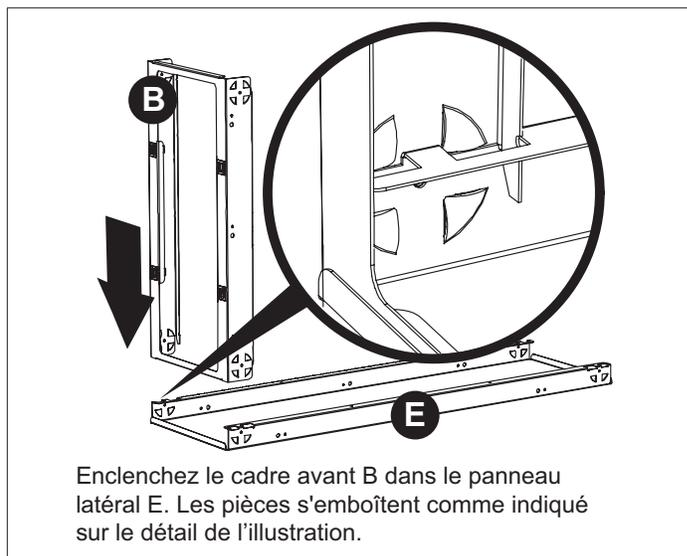

Figure 3. Assembler le cadre avant (B) sur le panneau latéral (E)
Les parties de l'enceinte sont conçues pour s'interconnecter. Alignez les bords comme indiqué à la Figure 3 à la page 3. Il peut s'avérer nécessaire de forcer pour emboîter les pièces.
2. Placez le panneau latéral E sur une surface ferme. Alignez et insérez le cadre avant B dans une extrémité du panneau latéral E (voir Figure 3 à la page 3). Appuyez fermement jusqu'à ce que chaque coin s'enclenche.